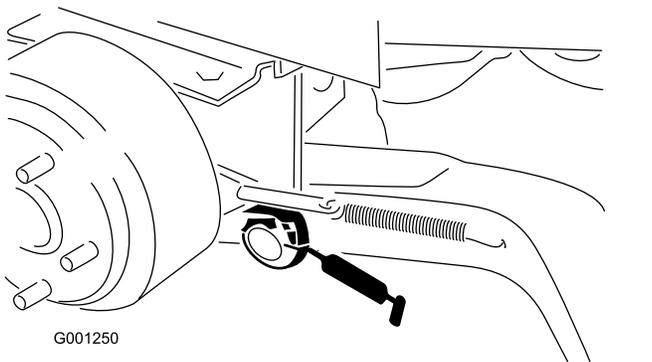

Рисунок 35
- Втулки оси поворота подъемных рычагов (Рисунок 35)